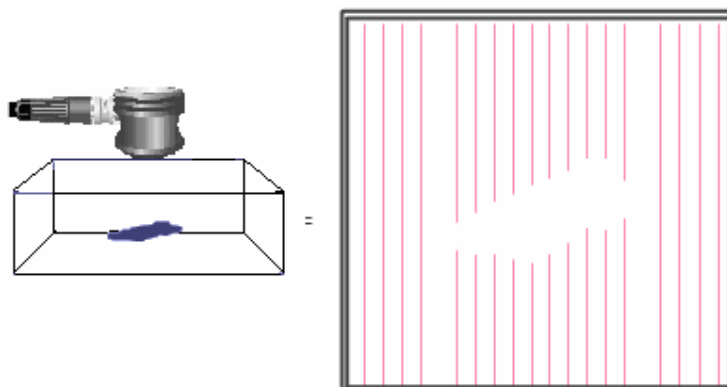

Figura 8. Barrido Tipo C (C-Scan)
2.3.2.3 Barrido Tipo C (C-Scan): Este tipo de barrido es un a vista de planta (vista superior en forma de mapa), similar a una imagen radiográfica. En la pantalla se presenta la proyección de los detalles internos, si existe una discontinuidad se obtiene el contorno de la misma. (Observe la figura 8)